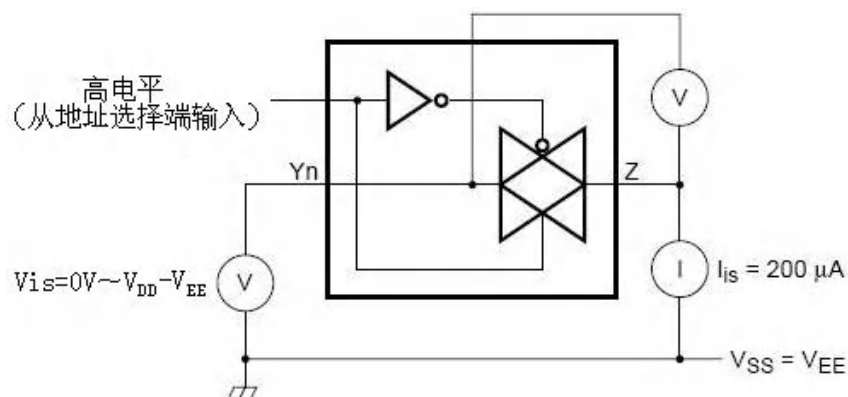

图 4、导通电阻测试线路图
3.3.2、直流特性（未有特殊说明， $V_{SS}=0V$ ， $T_{amb} = 25$ ，测试线路图见图 4）